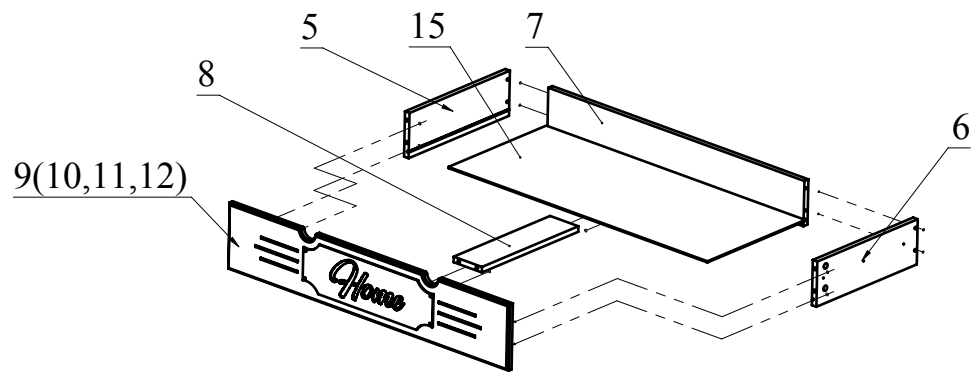
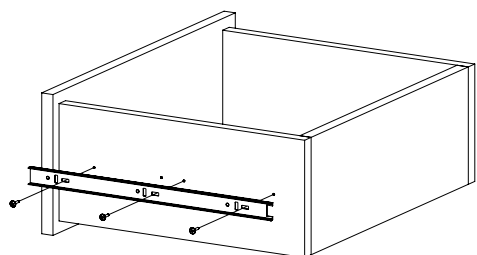

Рис.5
Рис.6
3. Соберите ящики. Для этого соедините детали 5 и 6 с деталью 7 при помощи конфирматов. Затем вставьте деталь 15 (ДВП) в пазы деталей 5, 6, 7. Соедините деталь 8 с деталью 7 при помощи минификс. Деталь 9 (10, 11, 12) присоедините к полученной конструкции и затяните головки минификс (Рис.5). Закрепите внутренние планки направляющих на деталях 5 и 6 шурупами 3,5х16 (Рис.6).